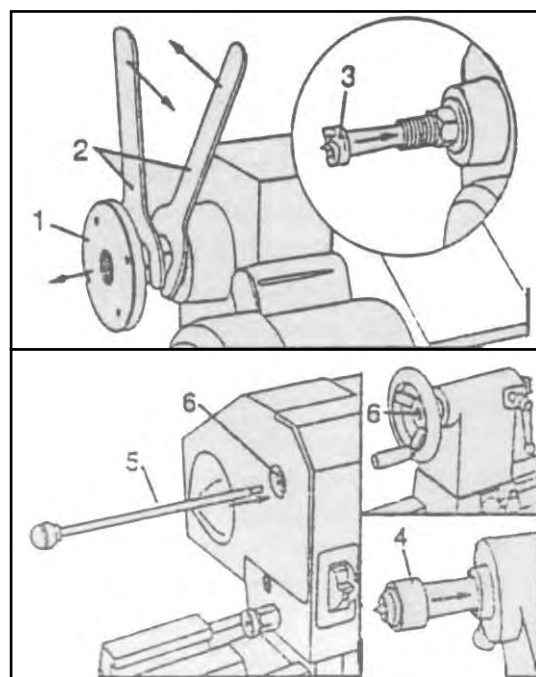

Figura 23 – Configurazione con puntali.
1. Rimuovere il piattello porta-pezzo [1] in Figura 23], utilizzando due chiavi per dadi esagonali per separare il piattello stesso dall'albero del mandrino (Figura 23).